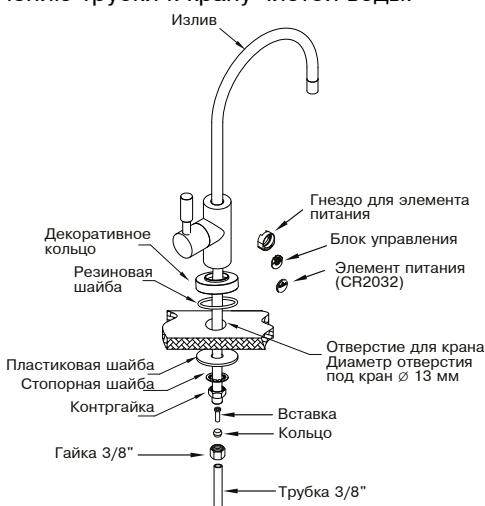

Рис. 8
Монтаж крана чистой воды производите согласно **рис. 8**. В комплекте с краном чистой воды может поставляться набор деталей для осуществления соединения с трубкой, либо кран чистой воды может иметь в своем составе бы-
12. После заполнения бака (вы услышите, что вода больше не течет в дренаж и насос (если есть) не работает) откройте кран чистой воды (A) и дождитесь, пока вся вода не вытечет.
13. Закройте кран чистой воды (A). Дайте баку наполниться во второй раз. Этот процесс займет около 2 часов. Затем слейте воду из бака.
17. Убедитесь в отсутствии протечки внизу корпуса крана чистой воды, затяните гайку крана (**рис. 8**).